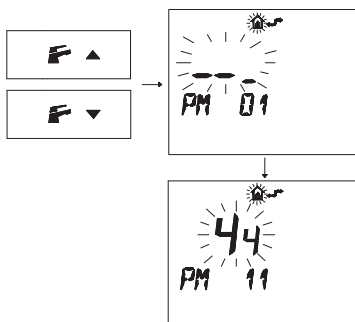

Figura 5.42
- Pulse los botones **F** y **▲** o **F** y **▼** para visualizar la programación "PM11" de la postcirculación de la bomba (Figura 5.42).